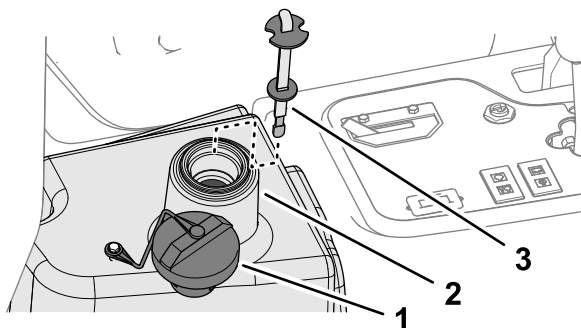

Figura 93
2. Curăța zona din jurul gâtului de umplere i a capacului rezervorului de ulei hidraulic (Figura 93) i îndepărtați capacul.